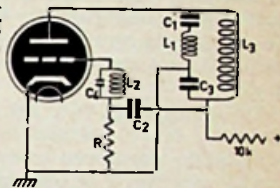

Fig. 3
z.g. parallelvoeding. De m.f. afstemming (10,7 MHz) komt tot stand door de totale capaciteit over de spoel L_3 (C_1 bv. 10 pF plus de buiscapaciteit). Zo op het eerste gezicht schuilt hierin verder niets bijzonders. Wanneer men echter even langer kijkt en de schakeling eens overtekent in de vorm van fig. 3, dan blijkt wel, dat hierin nog iets meer zit, dan aanvankelijk werd gedacht. C_1 (plus anode-kathode capaciteit) van de buis zelf en C_3 vormen tezamen met de spoel L_3 een Colpitts-oscillator schakeling. Het hangt van de verhouding van de condensatoren af, of deze schakeling al of niet oscilleert. Wanneer beide capaciteiten even groot zijn, zoals in 'n normale Colpitts osc., dan zal de schakeling zeker oscilleren. Dat is natuurlijk niet de bedoeling. Door de condensator C_3 groter te maken, verschuift men a.h.w. het „aftakpunt” op de kring naar beneden (vgl. fig. 3a en 3b). Hoe groter de condensator, des te kleiner „weerstand”, dus het terugkoppelgedeelte van